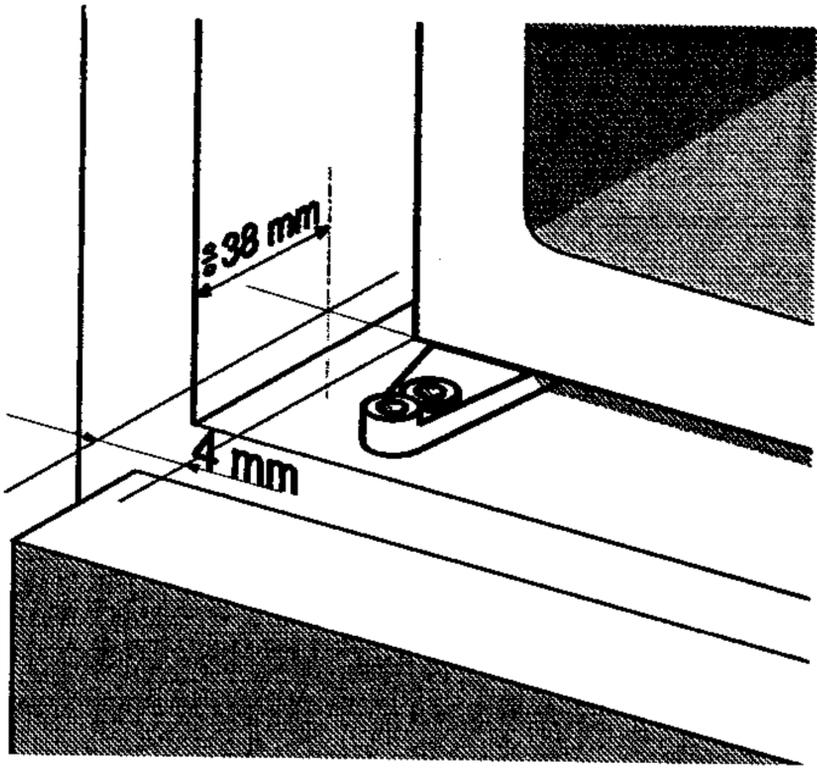

Bild 1
- ※ Drücken Sie das Gerät ungefähr 38 mm tief ins Möbelement, dabei muß der Abstand zwischen dem Gerät und der Seitenwand des Möbelementes an der Gegenseite des Türscharniers auf der ganzen Höhe 4 mm betragen (Bild 1).